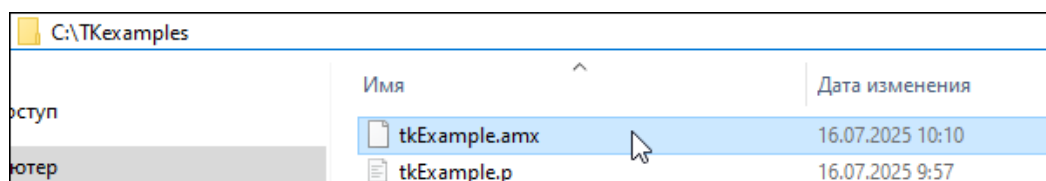

Рис.4. Скомпилированный файл
3. Нажмите на клавиатуре клавишу F7 или кнопку «Compile Current Script» на панели инструментов Pawn IDE — в директории с файлом *tkExample.p* появится файл *tkExample.amx* (Рис.4).